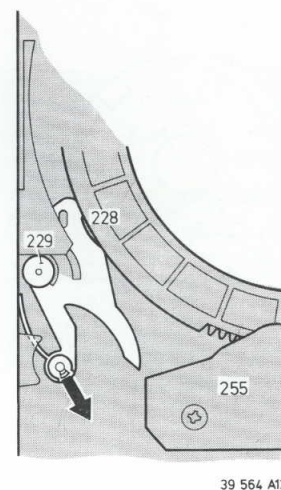

Fig. 3-1-9
- Klaphefboom na ontgrendelen een beetje optillen, dan naar rechts klappen en eruit tillen (zie Fig. 3-1-9)